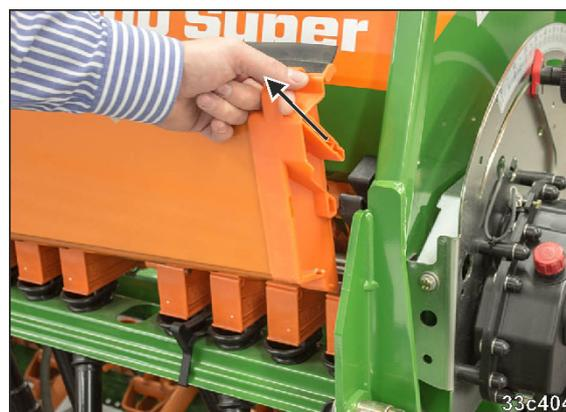

Fig. 216
1. Abdrehmulden (Fig. 216) nach oben aus der Halterung herausziehen.